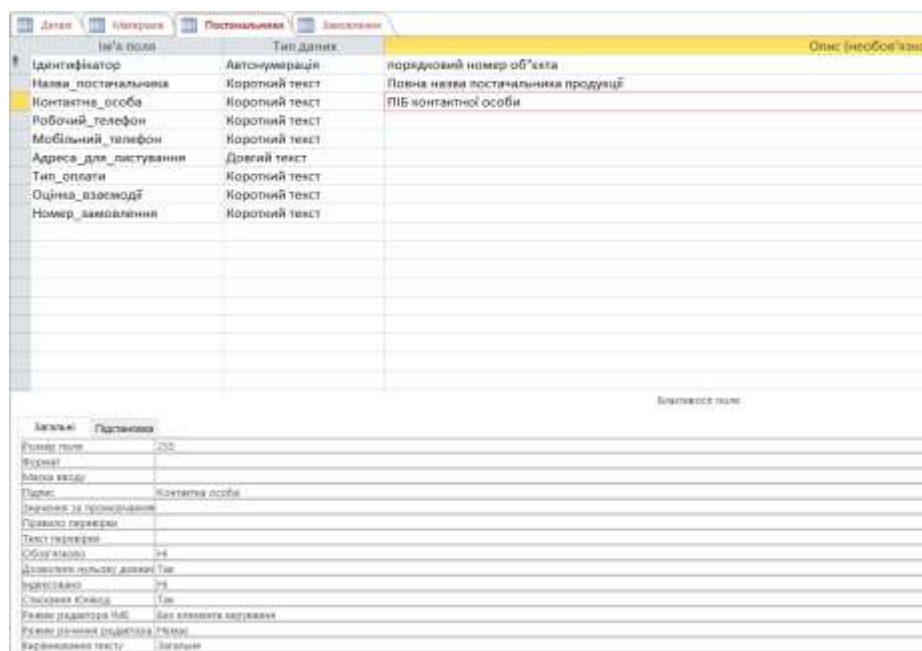

Рисунок 3.13 – Вигляд вікна створення таблиці в режимі Конструктора
2.1. Відкрийте таблицю «Постачальники». На основній панелі інструментів натисніть на кнопку «Подання». Після цього Microsoft Access виведе на екран вікно таблиці в режимі Конструктора (рисунок 3.13), де у верхній частині розташовані стовпці, у які вводяться ім'я, тип даних і короткий опис кожного поля. У нижній частині вікна задаються властивості полів. Перехід між режимами відображення об'єктів в Microsoft Access відбувається: натисканням кнопки «Подання» в основному меню; вибором відповідного режиму з прихованого меню («Конструктор» або «Подання таблиці»).